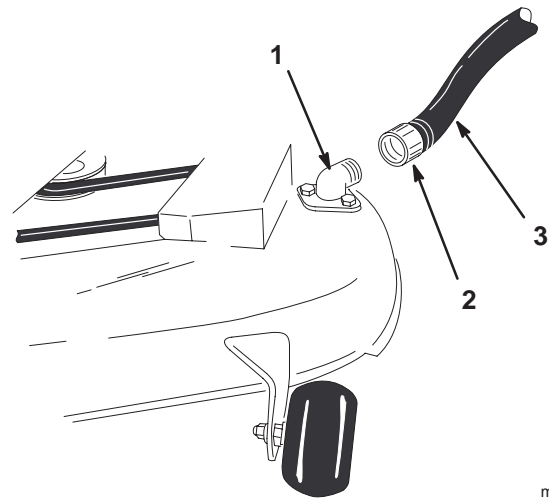

Figure 47
2. Vissez le raccord de lavage à l'embout de lavage du carter de tondeuse et ouvrez l'eau en grand (Fig. 47).